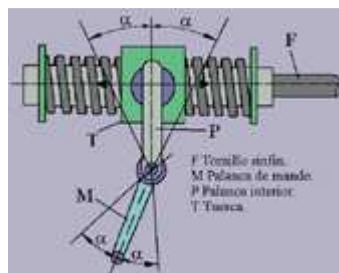

Fig. 5
• Mecanismo de sinfín cilíndrico con tuerca (fig. 5)